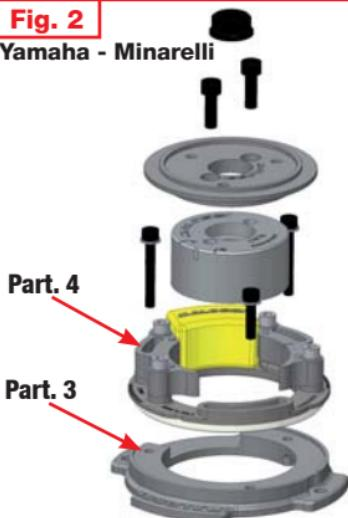

Fig. 3
- Placez le stator **Part. 5** dans son siège sur le carter **Fig. 3**